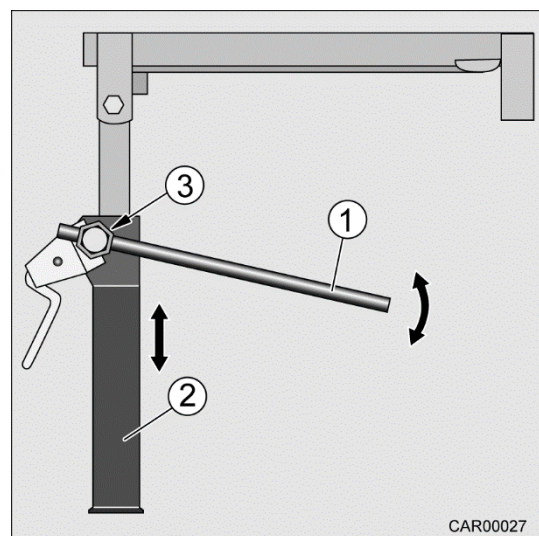

Fig. 33 Béquille arrière à manivelle
5. Placer la clé à douille (Fig. 33/1) sur l'écrou hexagonal (Fig. 33/3).
6. Déplacer la béquille arrière à manivelle (Fig. 33/2) avec la clé à douille (Fig. 33/1) vers le bas jusqu'à ce qu'elle soit complètement en contact avec le sol.
1. Placer la clé à douille (Fig. 33/1) sur l'écrou hexagonal (Fig. 33/3).
2. Déplacer la béquille arrière à manivelle (Fig. 33/2) avec la clé à douille (Fig. 33/1) vers le haut jusqu'à ce qu'elle ne touche plus le sol.
3. Enlever la clé à douille (Fig. 33/1) de l'écrou hexagonal (Fig. 33/3).